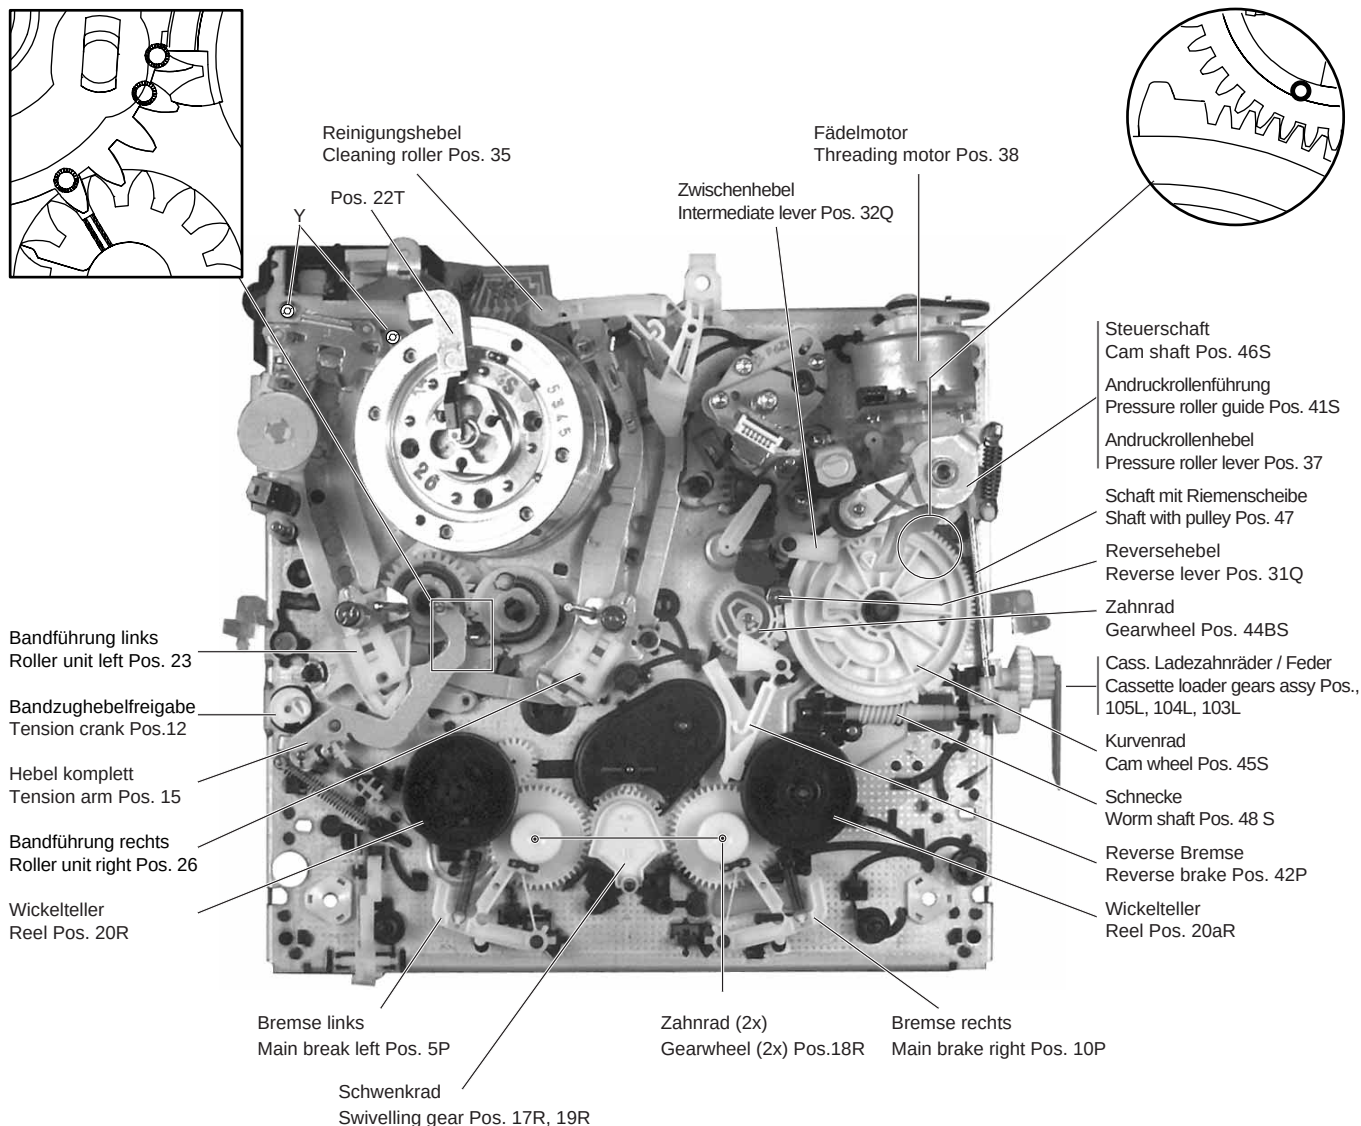

Fig. 4
Nachfolgend sind die markierten und gerichtet einzubauenden Teile der Ober- und Unterseite im Detail dargestellt (Fig. 4, Fig. 5).
The following diagrams show in detail the marked components and their correctly aligned position on the top and bottom side (Fig. 4, Fig. 5).
- 2 Schrauben Y (Fig. 4) herausdrehen, Haltewinkel (Pos. 22T, Fig. 4) und Kopfverstärker abnehmen.
- Undo 2 screws Y (Fig. 4), remove the bracket (Pos. 22T, Fig. 4) and the head amplifier.